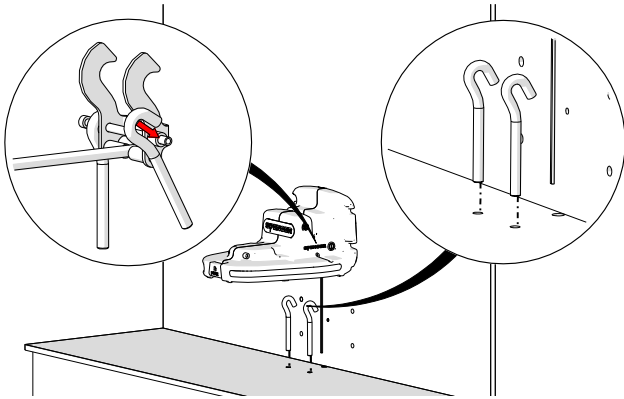

Abb. 17
3. Stellen Sie den Hacken in dem ausgewählten Standort und zeichnen Sie die Punkte auf, wo die Schrauben fixiert werden sollen. Falls vorhanden, zeichnen Sie auch das Loch, wo das Stromversorgungskabel für die automatische Aufladung durchgehen wird. Danach auch die Löcher für den Fixierungshaken Durchgang zeichnen. Siehe Abbildung 17, die erklärt wie der Hacken mit der Fixierung fixiert werden müssen.